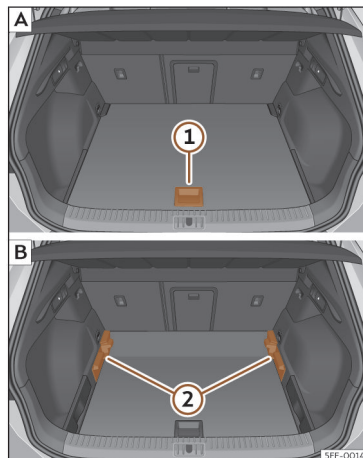

Fig. 189 Piso variável da bagageira: **A** posição alta; **B** posição baixa.
- Para passar da posição baixa para a alta, levante o piso pela pega >>> **Fig. 189 ①**, puxe-o para trás até que a parte dianteira do piso baixe totalmente os suportes **②**.
- Desloque o piso sobre estes para a frente até que chegue ao limite no encosto dos bancos traseiros e, de seguida, baixe o piso com a peça **①**.
- Para passar da posição alta para a baixa, levante o piso pela pega >>> **Fig. 189 ①**, puxe-o para trás até que a parte dianteira do piso baixe totalmente os suportes **②**.
- Deixe cair a parte anterior contra o piso e empurre o piso para a frente até que atinja o limite no encosto dos bancos traseiros, baixando ao mesmo tempo o piso com a pega **①**.
- Com o piso variável na posição alta, levante pela pega >>> **Fig. 189 ①**, puxe-o e empurre para o encosto dos bancos traseiros até que o piso dobre pela linha da dobradiça e a parte móvel do piso assente sobre o mesmo.